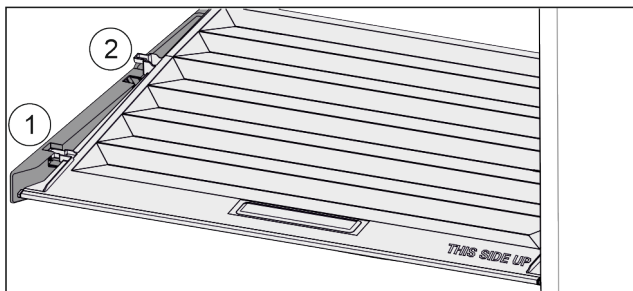

Fig. 115
- Trekk dekselet til åpningen i holdedelene fremover Fig. 115 (1).
- Løft ut nede bak og ta opp og ut Fig. 115 (2).